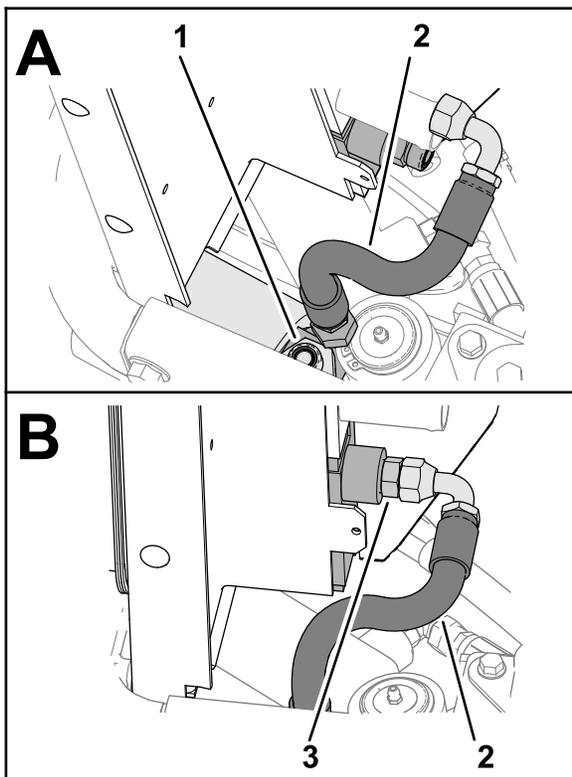

Figure 32
5. Montez légèrement le raccord droit (**Figure 32**) du flexible (30 cm) sur le raccord droit que vous avez installé à l'opération 4.
6. Posez le raccord à 90° (Figure 32) du flexible sur le raccord droit (-8 joint torique / 3/4" SAE) que vous avez installé à l'opération 2.